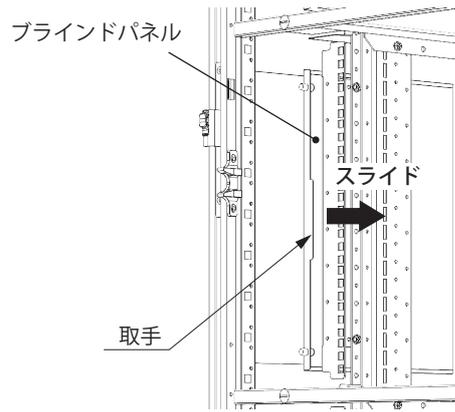

図2
2. スライドパネルの取手に指を引掛け、パネルを矢印の方向にスライドしてください。(図2)